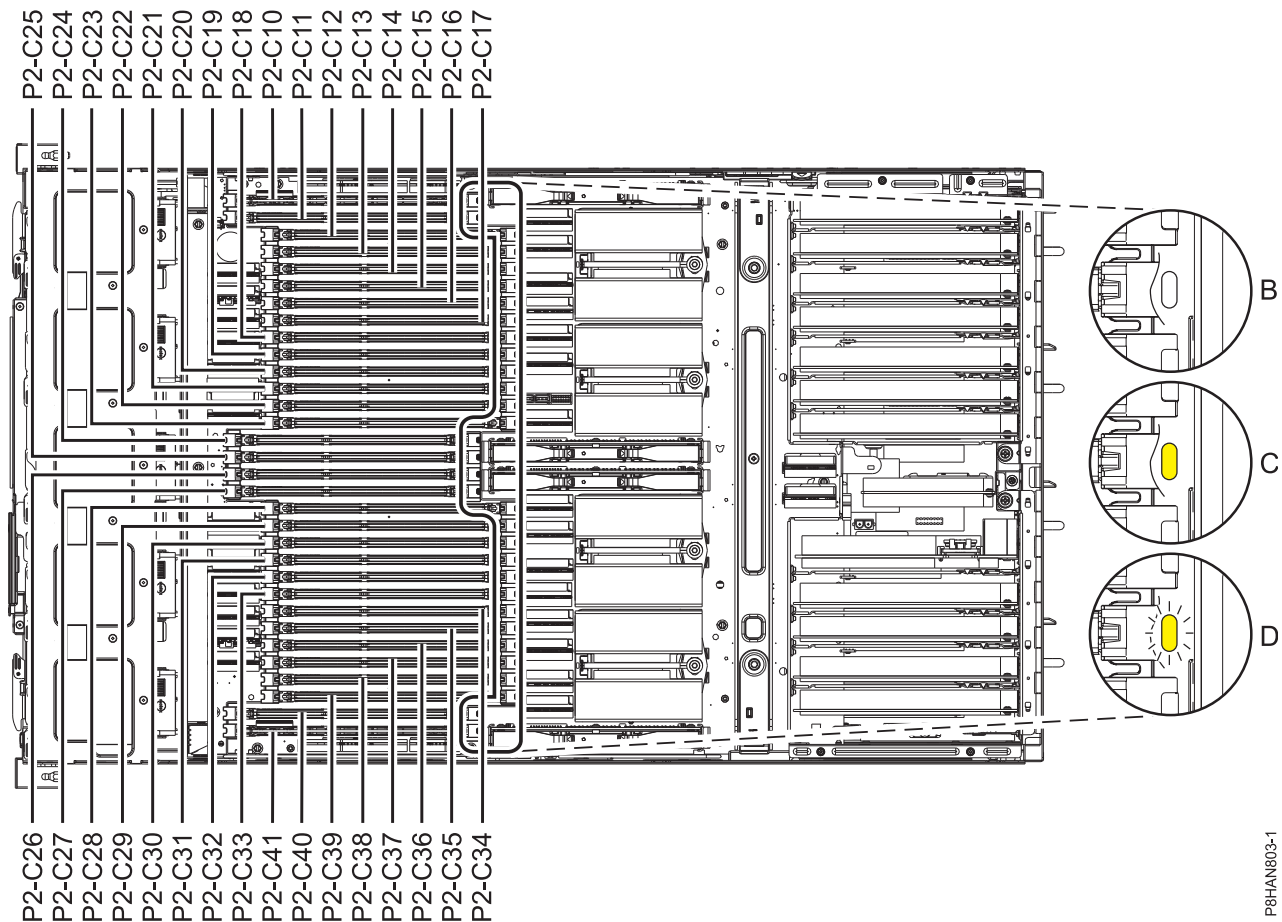

Abbildung 4. Position der Speichersteckplätze und LEDs
3. Suchen Sie die Speichersteckplatz-LED. Abb. 4 auf Seite 7 zeigt die Position der Speichersteckplätze und LEDs.